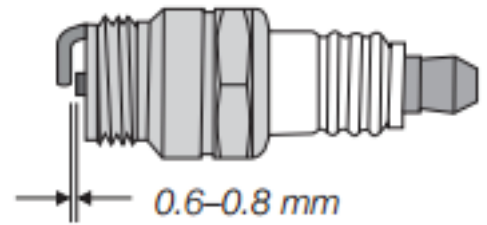

Figure 37
4. Vérifiez l'écartement des électrodes avec une jauge d'épaisseur et réglez l'écartement à 0,030 (0,76 mm) si nécessaire. voir la figure 37.